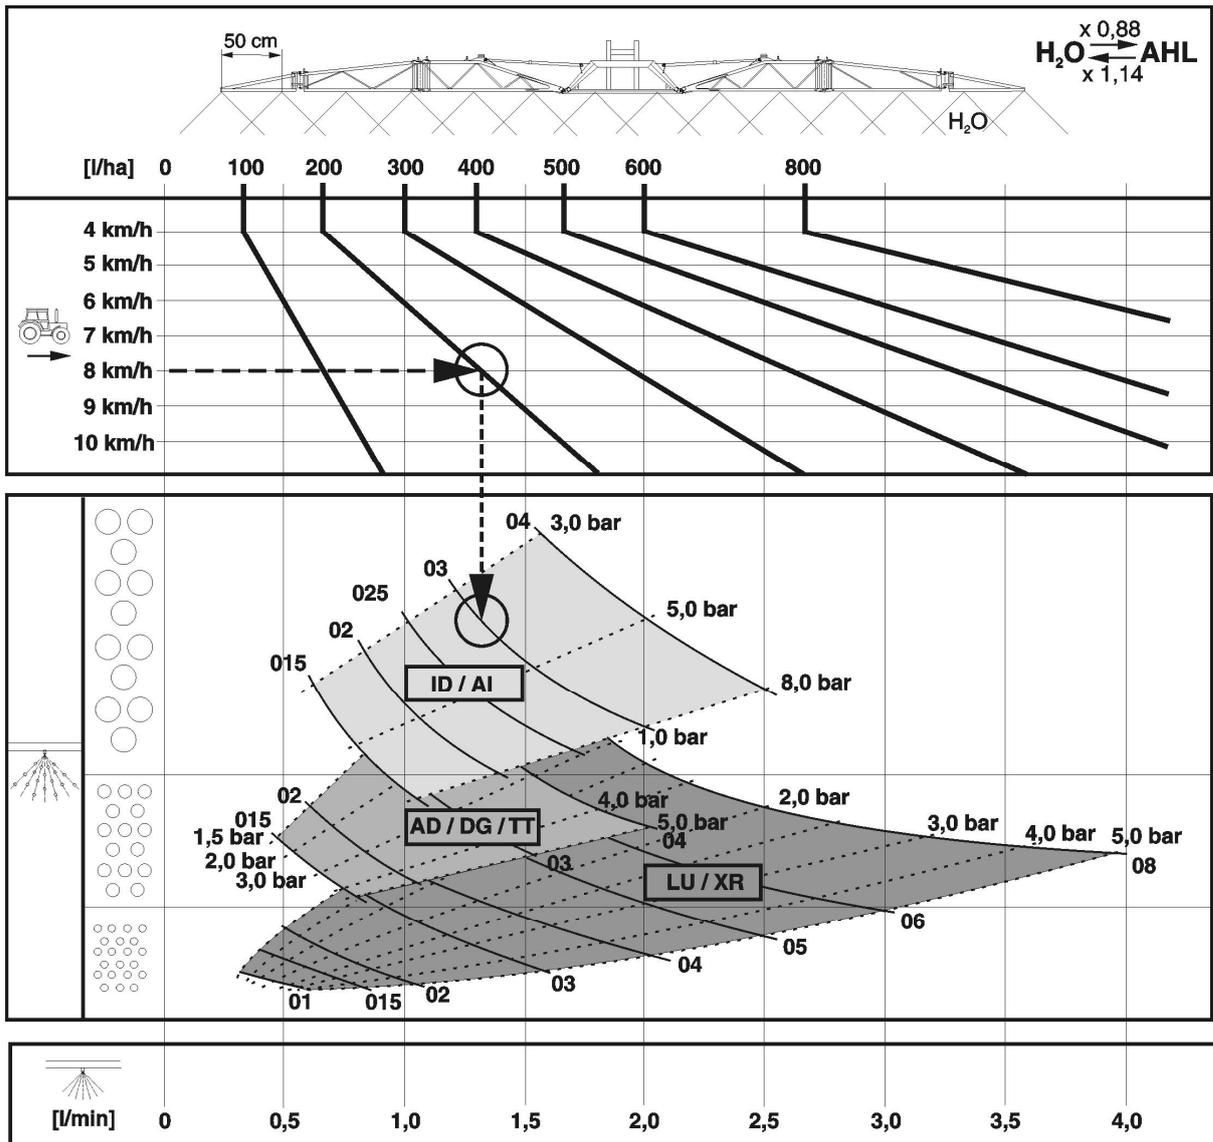

Fig. 169
- Tous les débits en [l/ha] figurant dans les tableaux sont obtenus avec de l'eau. Pour les apports de solutions ammoniacales (AHL), multipliez les valeurs fournies par 0,88 et pour les solutions nitrophosphatées (NP) par 0,85.
- La Fig. 169 permet de sélectionner le type de buse approprié. Le type de buse est déterminé par